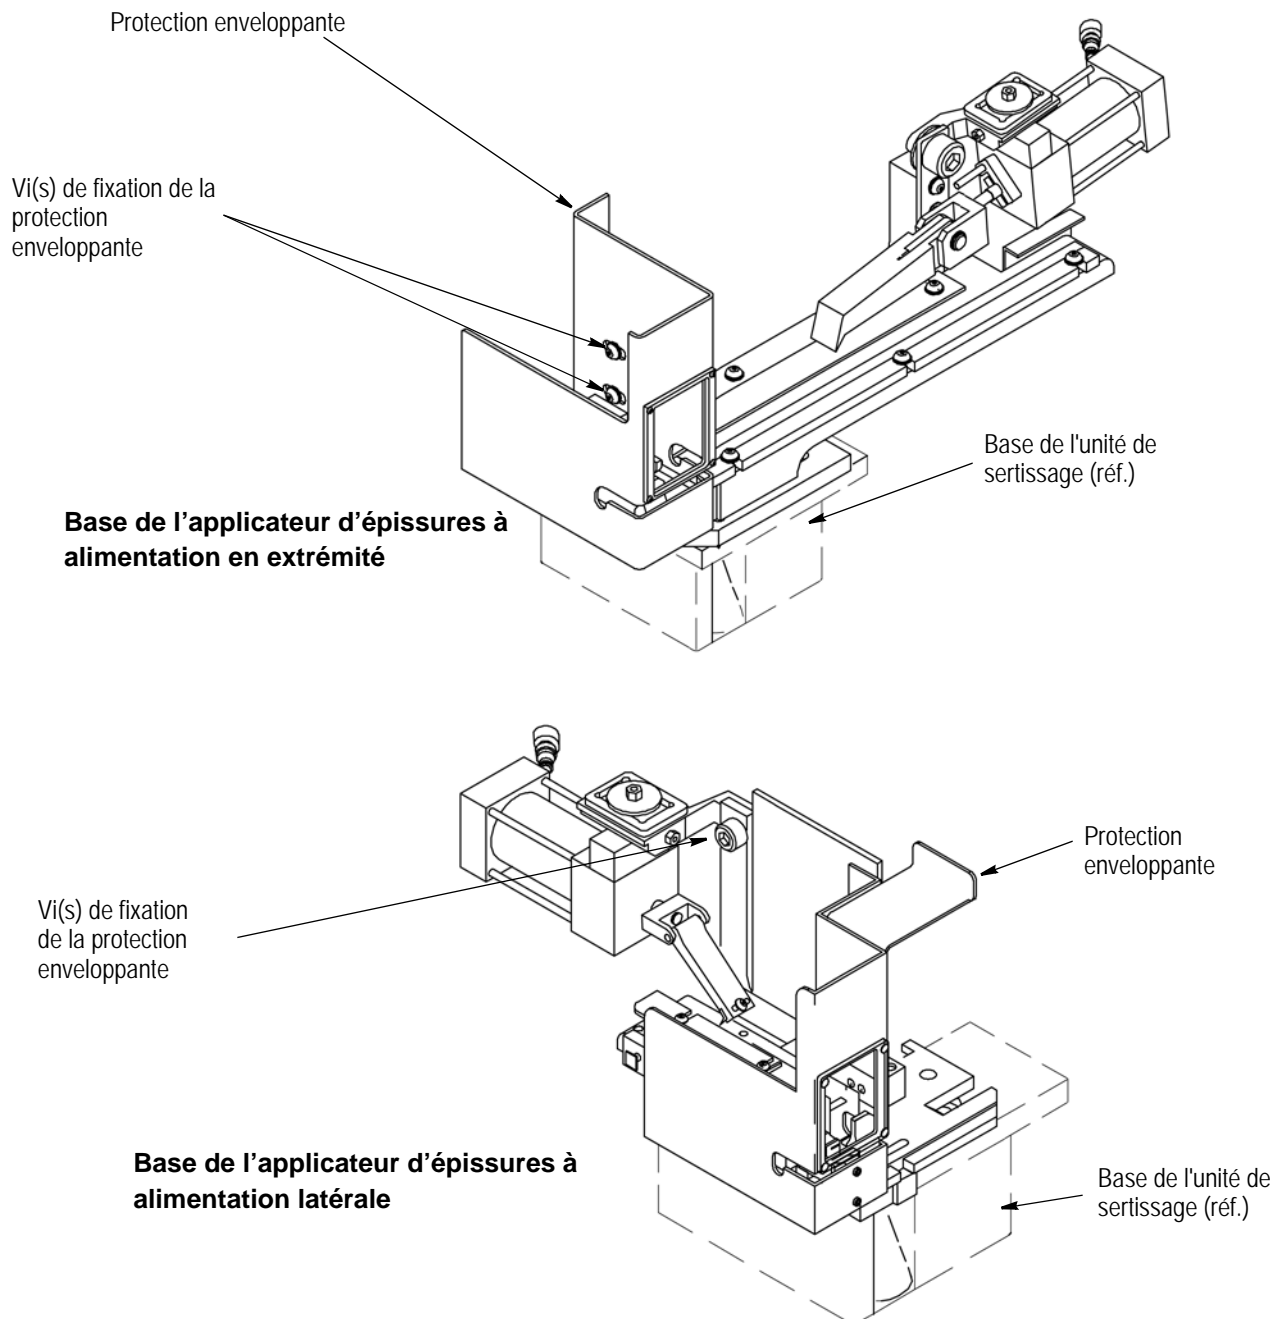

Figure 6
2. Retirer la protection enveloppante en ôtant es deux vis de fixation. Consulter la Figure 6.
3. Ôter la protection enveloppante (Figure 6).